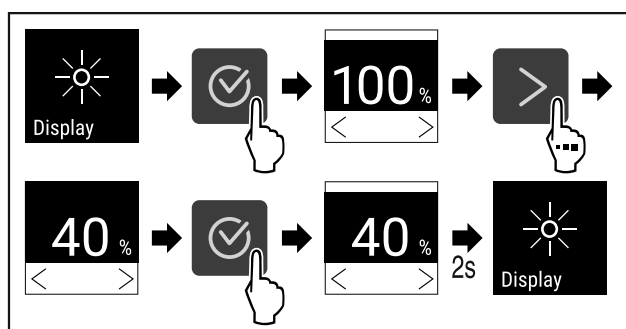

Fig. 78
- ▶ Suivre les étapes (voir Fig. 78) .